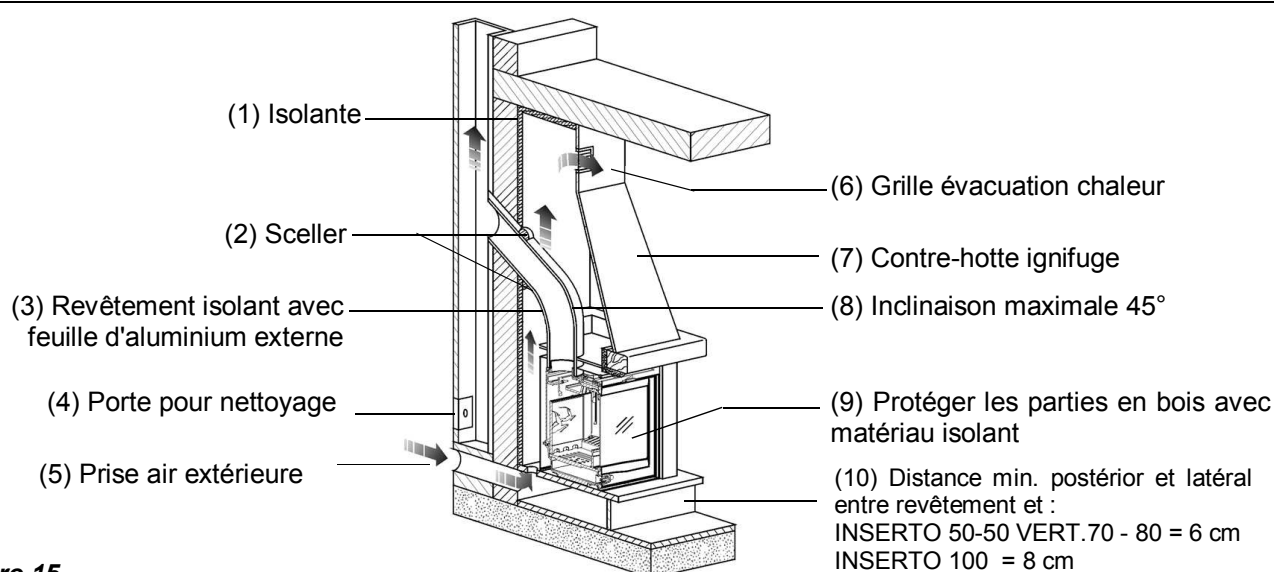

Figure 15
La grille évacuation chaleur (Figure 15 pos. 6) se trouve sur la partie supérieure du manteau à 20 cm du plafond. Cette grille **doit être toujours installée** car sa fonction est de permettre la sortie de la chaleur accumulée dans l'ambiance (surpression).
- Dans le cas où l'apport d'air serait obtenu par des ouvertures communicantes avec des locaux adjacents, il faut éviter les prises d'air reliées à garages, cuisines, bains et centrales thermiques (v. Figure 15).